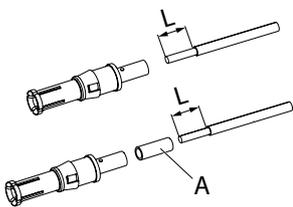
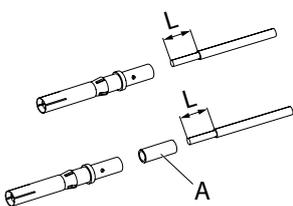

Abb. 14:
Abb. 15:
1. Kabel für die Signalkontakte auf Länge L abisolieren, wie in nachstehender Tabelle angegeben (**Abb. 14** bzw. **Abb. 15**). Falls eine Reduzierung des Anschlussquerschnitts erforderlich ist, Reduzierhülse (A) verwenden (**Abb. 14** bzw. **Abb. 15**).